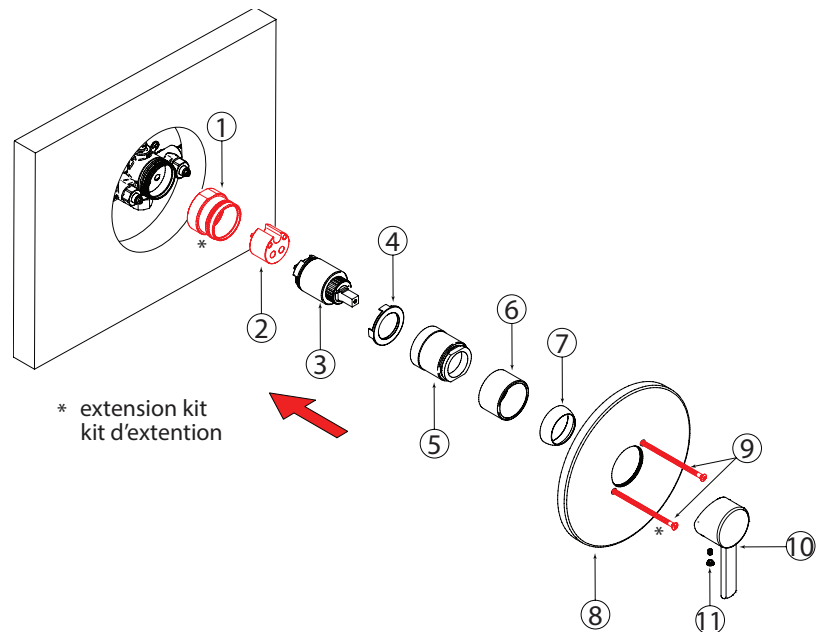

Fig.11
Reinstall the plate (8) using the new screws (9), back onto the finished wall. Place the handle (10) and fix with the set screw (11). Fig. 11
Réinstaller la plaque (8) utilisant les nouvelle vis (9), contre le mur definition. Placer la poignée (10) et fixer avec la vis de réglage (11). Fig. 11